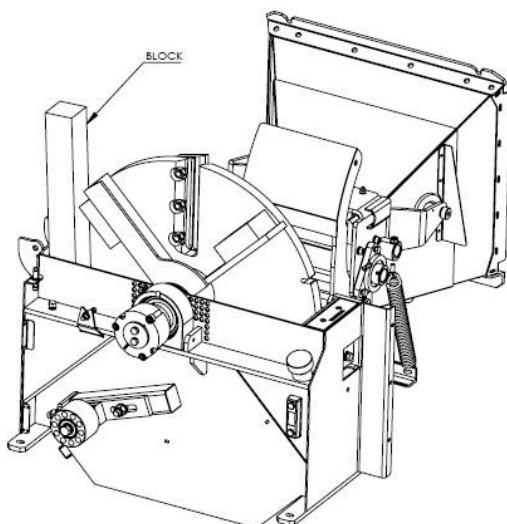

Bild 1
5. Schwungrad auf Klingenwechselposition drehen und Sperrholz einsetzen (Bild 1)